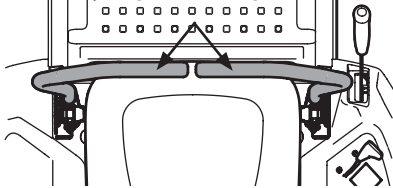

Figura 21
2. Mueva las palancas de control de transmisión de barras de seguridad del lado derecho y del lado izquierdo hacia adentro, en punto muerto, lo cual desactiva también el freno de mano. Consulte la Figura 21.